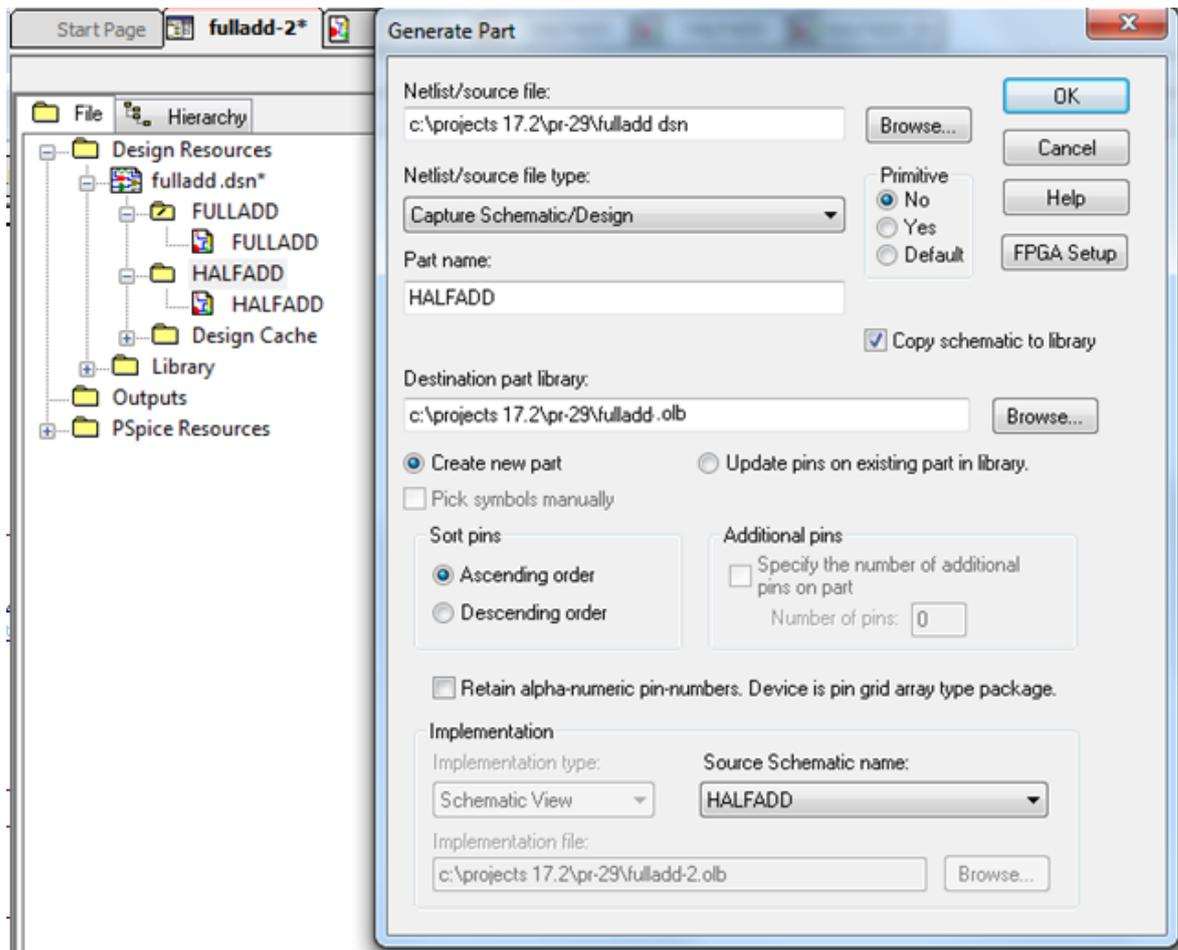

Рис. 8.18. Создание компонента HALFADD
3. В диалоговом окне Generate Part (рис. 8.18), укажите местоположение дизайн-файла, содержащего схему, для которой этот компонент должен быть сделан.